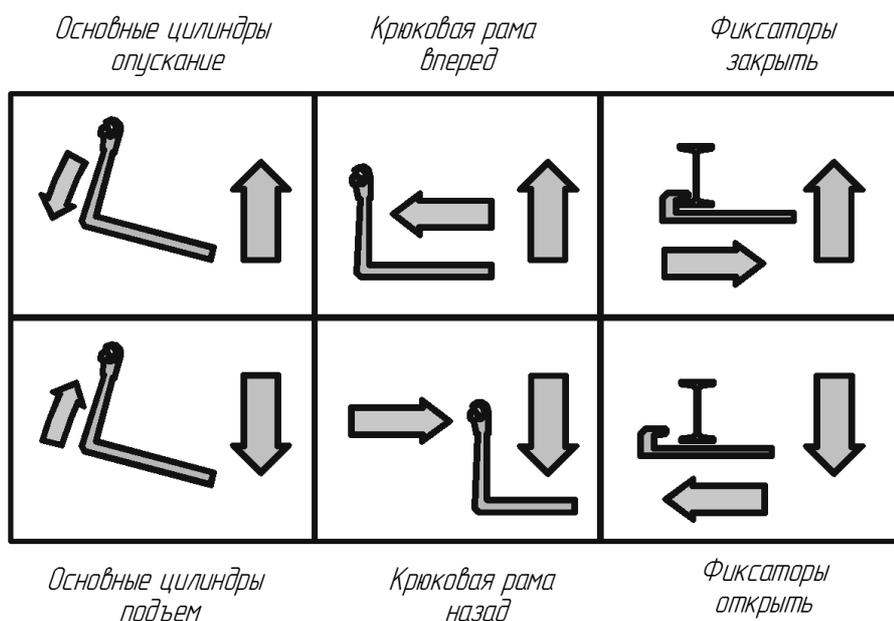

Рисунок 1.12 – Схема управления золотниками распределителя оборудования (дублированное управление с распределителя)
- проверить соответствие выполняемых операций направлениям, указанным на пультах управления (см. рисунок 1.12 и 1.13) при перемещении рычагов, которые должны возвращаться в нейтральное положение при снятии с них усилия;